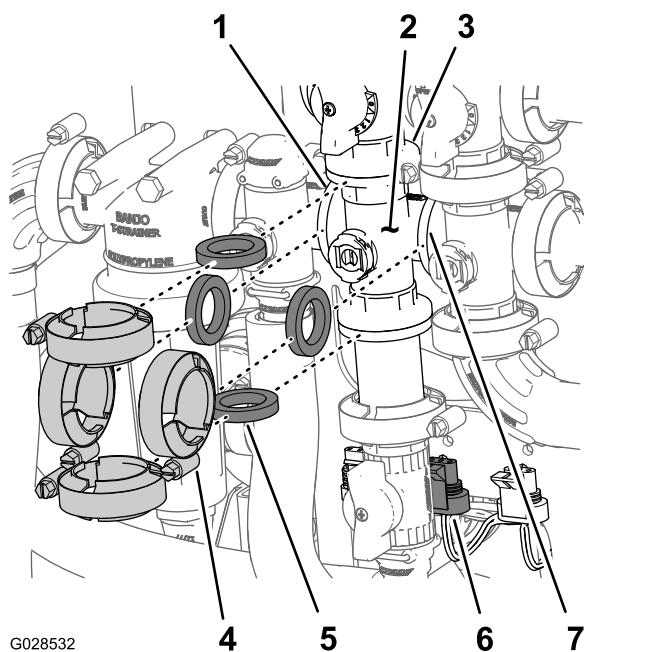

Figura 90
1. Togliete i morsetti e le guarnizioni che fissano il collettore della valvola dell'agitatore (Figura 90) alla valvola di bypass dell'agitatore, valvola di comando del volume, valvola principale delle barre e raccordo dell'adattatore (valvola di accelerazione dell'agitatore).